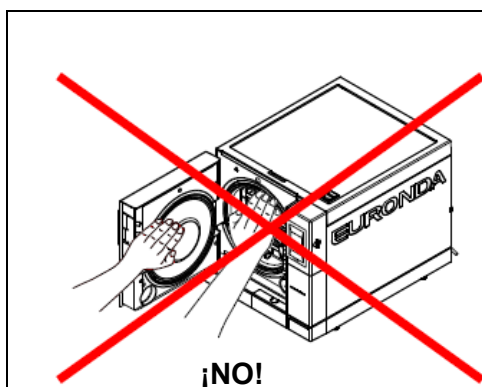

Fig. 3.4-1
El manual está estructurado en capítulos y subcapítulos; las figuras están numeradas como el capítulo al cual se refieren, con la adición de un número progresivo. Por ej. Fig. 3.4-1 (figura n.º 1 relativa al cap. 3.4).
1. Cuando el sterilizador finaliza el ciclo de esterilización y se abre la puerta para sacar los instrumentos esterilizados, la parte interior de la caldera y la parte interior de la puerta todavía están muy calientes. No se deben tocar directamente, para evitar quemaduras (Fig. 3.4-1). Utilizar la herramienta extractora específica (véase el cap. 3.3 "Dispositivos de seguridad").